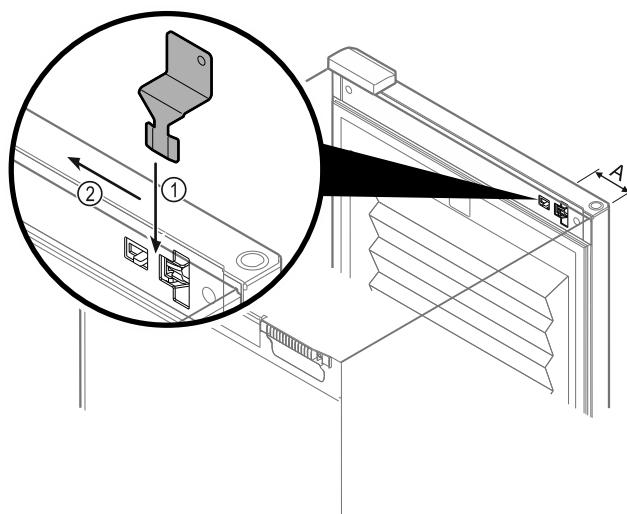

Fig. 146
- Umiestnite klúč na núdzové odomknutie na zadané miesto Fig. 146 (A) ≈ 100 mm.
- Zasuňte zhora klúč na núdzové odomknutie medzi dvere a teleso zariadenia až na doraz Fig. 146 (1).
- Vytiahnite klúč na núdzové odomknutie smerom k strane závesu Fig. 146 (2).